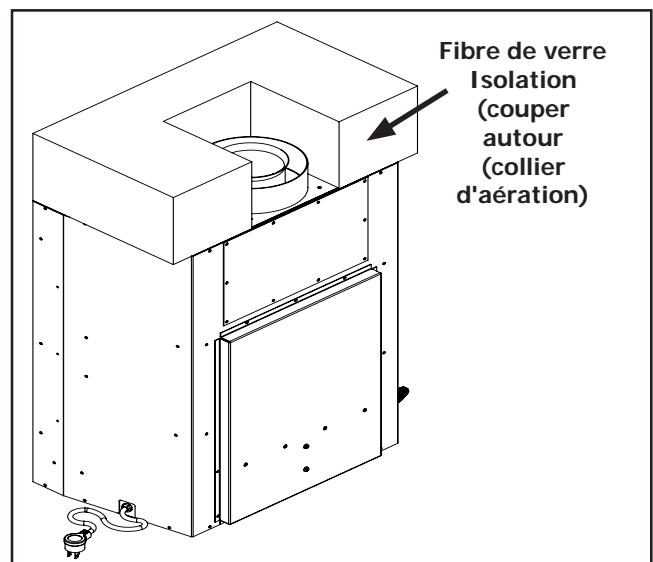

Figure 27: Isolation de l'unité - Ventilation supérieure
**Évent supérieur:** Lorsque vous utilisez la configuration d'évent supérieur, seule l'isolation en verre figerglass est nécessaire. Découpez une encoche dans l'isolation, pour l'adapter autour du collier d'évent, et placez-la sur le dessus de l'appareil comme indiqué sur la figure 27.